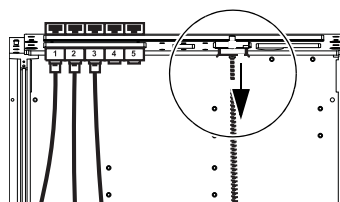

図 9. 電源ハーネス（Ethernetスイッチを設置する前に外れていることを確認）
- 必要に応じて、背面タイ・プレート内にある端末ポートから電源ハーネスを外します（図9を参照）。